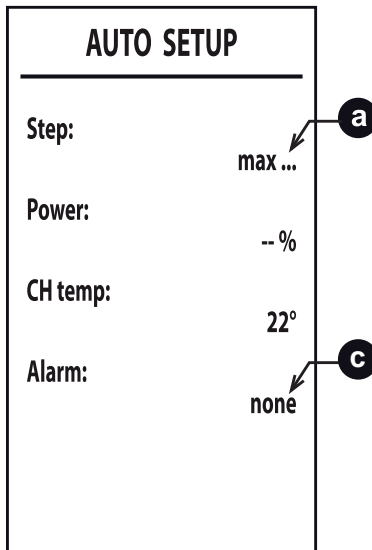

fig. 37
- 5 Po włączeniu palnik ustawia się w trybie ogrzewania na różne moce (maksymalna, średnia, minimalna), o których informuje punkt **a** (fig. 37). Jeśli rozpraszanie ciepła przez instalację nie będzie wystarczające do zakończenia procedury, można uruchomić, **wyłączyć po włączeniu palnika**, żądanie c.w.u.
- 7 Jeśli sekwencja uruchomienia opisana w punkcie „6” nie zakończy się pomyślnie, pojawia się komunikat **max\_err** w punkcie **a** i kod błędu w punkcie **c** (fig. 37).